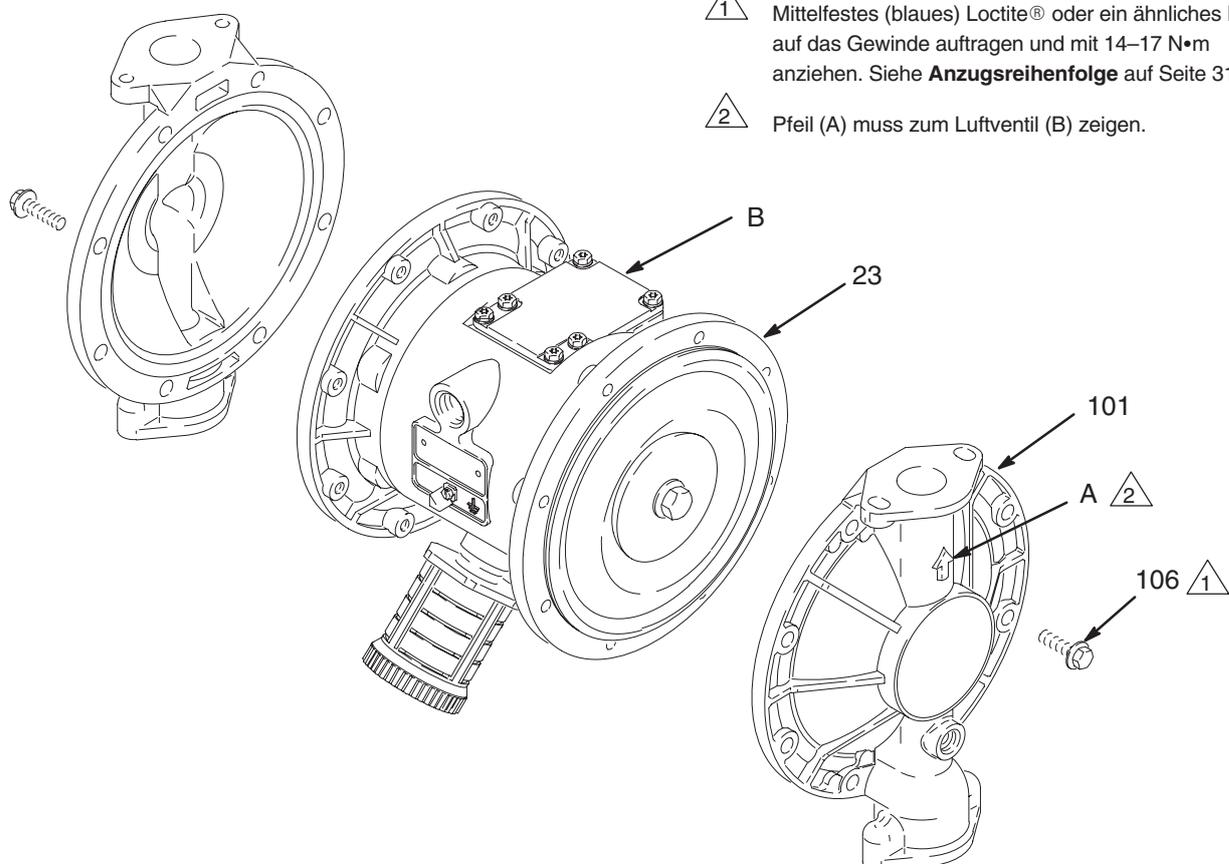

Abb. 13
3. Mit einem 10 mm-Steckschlüssel die Schrauben (106) lösen, mit denen die Materialabdeckungen (101) an den Luftabdeckungen (23) befestigt sind. Die Materialabdeckungen (101) von der Pumpe abnehmen. Siehe Abb. 13.
- c. *Nur bei PTFE-Modellen:* die PTFE-Membrane einbauen (403*). Sicherstellen, dass die mit der Aufschrift AIR SIDE gekennzeichnete Seite zum zentralen Gehäuse weist (1).
- d. Die Membran (401*) an der Schraube anbringen. Sicherstellen, dass die mit der Aufschrift AIR SIDE gekennzeichnete Seite zum zentralen Gehäuse (1) weist.
- e. Die Stauscheibe der Luftseite (104) so anbringen, dass die abgerundete Seite zur Membran (401) zeigt. Diese Scheibe, an der die Teilenummer aufgedruckt ist, wird bei allen Modellen verwendet.
- f. Mittelfestes (blaues) Loctite® oder ein ähnliches Mittel auf den Bolzen (107) auftragen. Bolzen handfest in die Welle (24) schrauben.
3. Die Membranwelle (24) der Länge nach und an den Enden fetten und durch das Gehäuse (1) schieben.
5. Eine Wellenschraube (107) mit dem Schlüssel festhalten und die andere Schraube auf ein Drehmoment von 27–34 N•m bei max. 100 U/Min. anziehen.
6. Die Materialabdeckungen (101) und das Mittelgehäuse (1) so ausrichten, dass die Pfeile (A) auf den Abdeckungen in die gleiche Richtung zeigen wie das Luftventil (B). Mittelfestes (blaues) Loctite® oder ein ähnliches Mittel auf das Gewinde der Schrauben (106) auftragen. Die Abdeckungen mit den Schrauben fingerfest anziehen. Siehe Abb. 13. Mit einem 10-mm-Steckschlüssel die Schrauben entgegengesetzt und gleichmäßig auf ein Drehmoment von 14–17 N•m anziehen. Siehe **Anzugsreihenfolge** auf Seite 31.